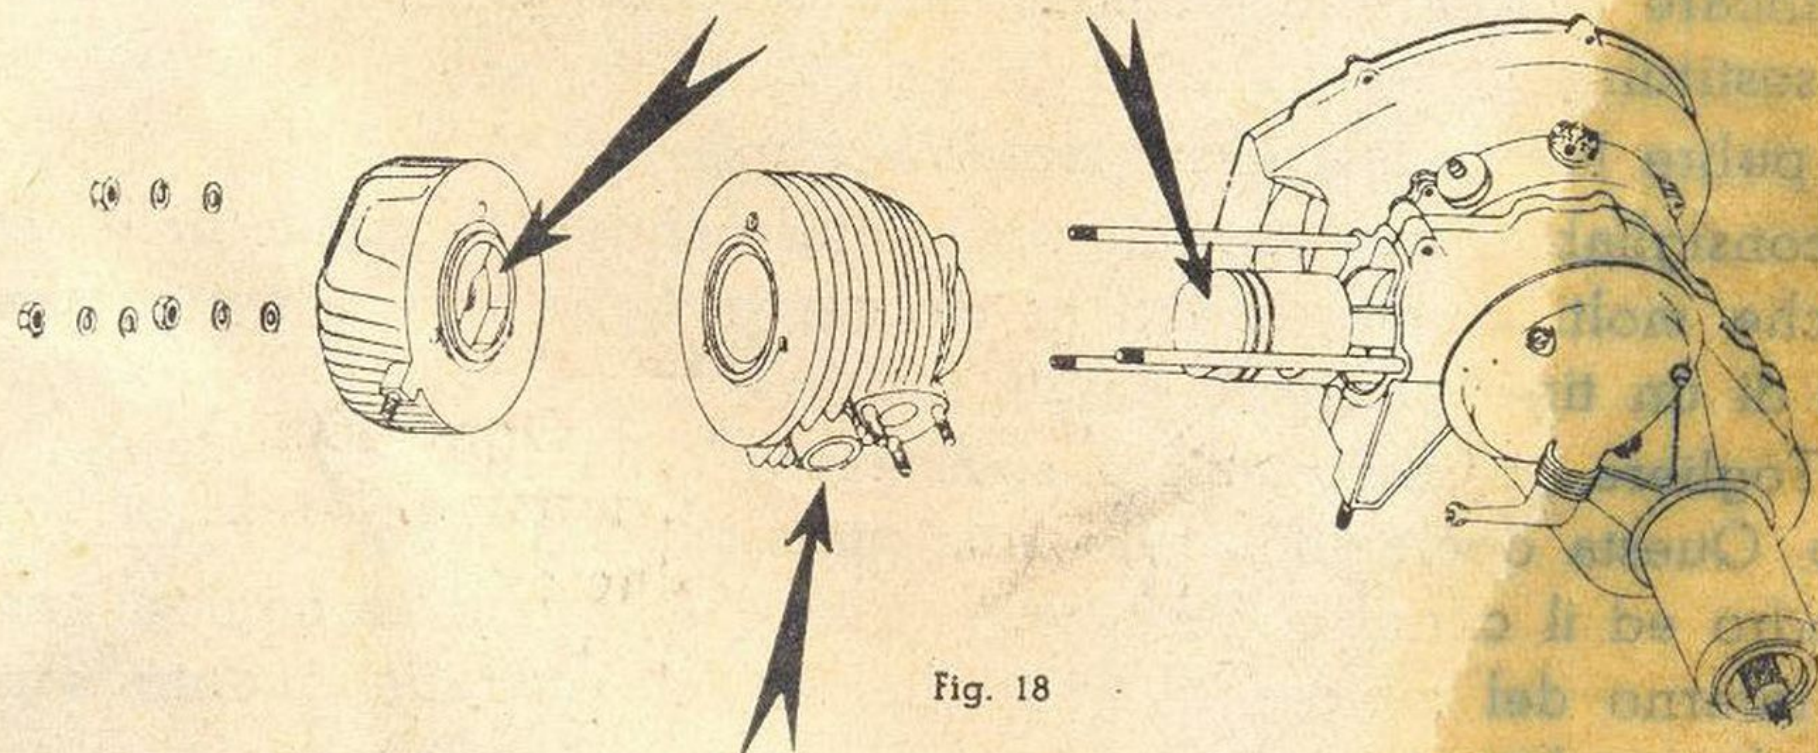

Fig. 18
5) Togliere le incrostazioni sulla testa, sulle luci del cilindro e sullo stantuffo. Questa operazione può farsi smontando il tubo di scarico, la testa del cilindro ed il cilindro. Fare attenzione che residui carboniosi non vadano nell'interno del motore. È consigliabile far eseguire quanto sopra dall'agente di vendita. Ricordarsi di montare una guarnizione nuova fra cilindro e testa (vedi fig. 18).